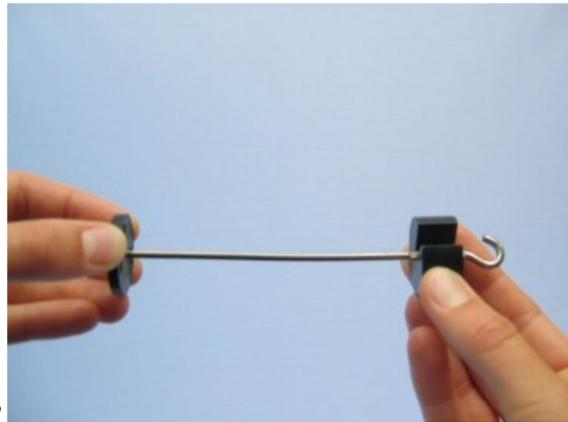

Fig. 13
- Per appendere il peso scanalato al supporto dei pesi, devi introdurre il peso dalla cima del supporto (Fig. 13).